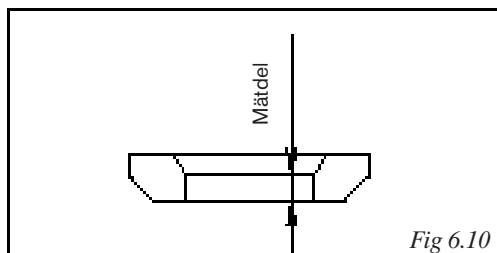

Fig 6.10
- Ventilsäte (fig. 6.10)
Mät enligt fig 6.10. Byt ventilsäte om måttet ligger utanför tillåtna värden.